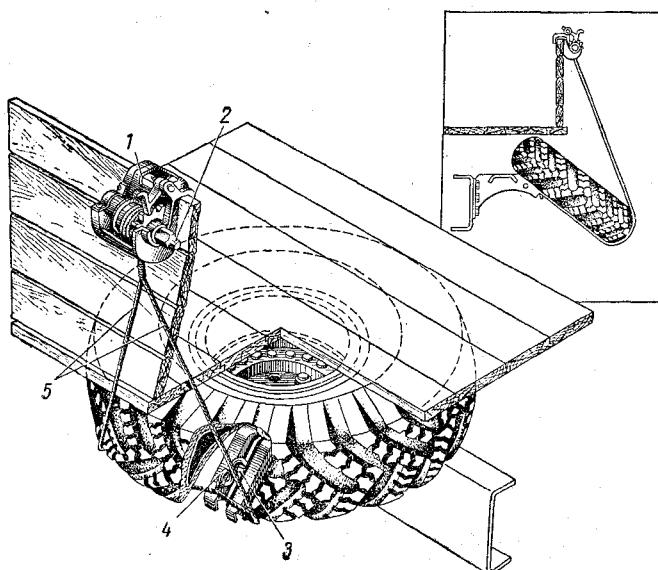

Рис. 112. Ручная лебедка для облегчения подъема запасного колеса:
1. Установить лебедку 1 (рис. 112) на борт платформы над держателем колеса и размотать трос лебедки до положения, удобного для подхвата запасного колеса.
4. Обхватить колесо петлей троса, как показано на рис. 112.